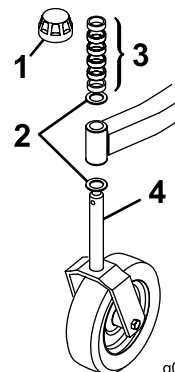
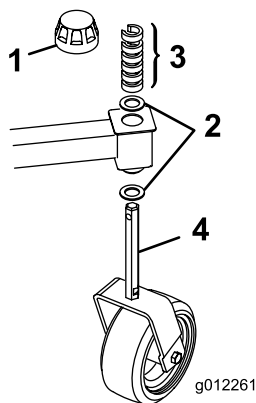

図 2
図 3
1. スピンドルシャフトからテンショニングキャップを外し、スペーサとスラストワッシャを取り出す（図 2 と 図 3）。
2. キャスタスピンドルにスペーサを入れて希望の刈高にする；「刈高の調整」の項にある刈り高表を参照のこと。スラストワッシャとスピンドルに通す。前キャストアームに大きいキャストスピンドルを通し、後キャストアームに小さいキャストスピンドルを通す。スピンドルにスラストワッシャをもう1枚入れ、残りのスペーサを入れてからテンショニングキャップを付けてアセンブリを固定する（図 2と）図 3。